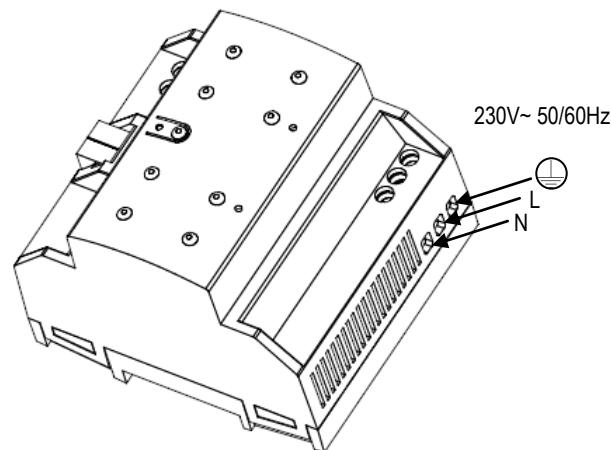

Figura 2: Instalación y conexión ZPS640MPA230
- La alimentación principal debe conectarse a los terminales L, N y tierra de acuerdo con el esquema de la figura 2.